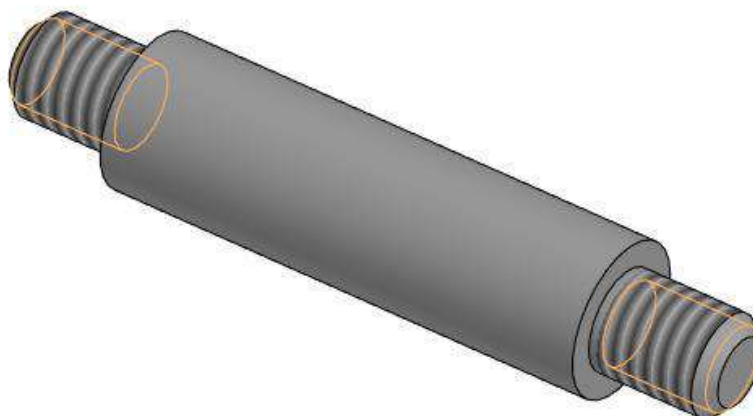

Рис. 1. Шпилька
1. По указанным данным, изготовьте шпильку (Рис. 1 и чертеж).